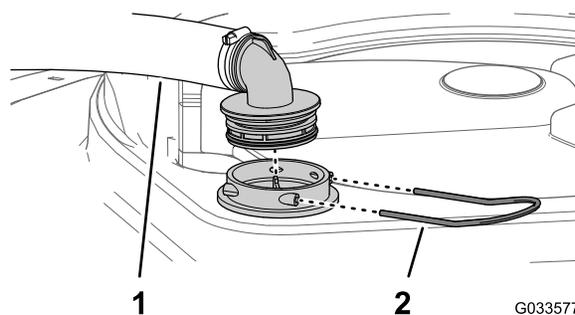

图13
2. 在打药机药缸的顶部拆下固定从过滤器外壳连接至大软管的软管接头的卡环**图13**。
3. 从过滤器外壳上拆下软管和软管接头**图13**。